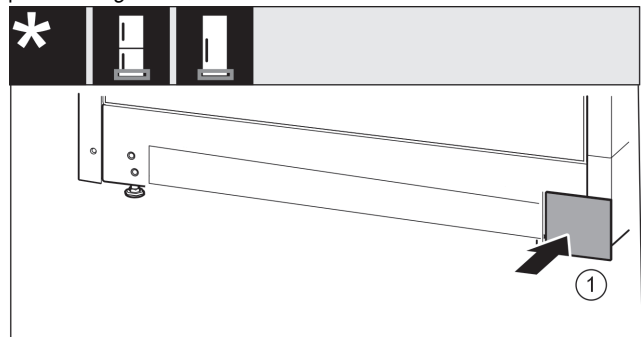

Fig. 16
- Vendosni sërish në vend kapakun mbulues në anën tjetër. Fig. 16 (1)